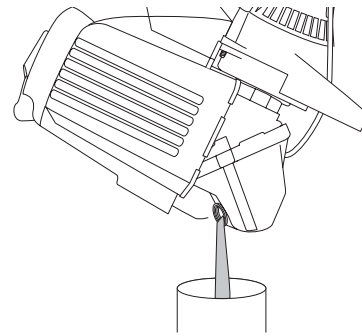

Fig. 17
3. Vierta el aceite fuera del orificio de llenado de aceite en un recipiente inclinando la unidad hasta una posición vertical (Fig. 17). Deje suficiente tiempo como para completar el drenaje.